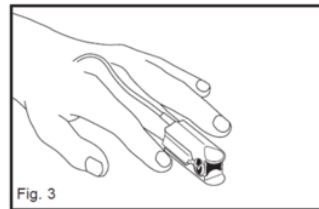

Fig. 3
- (3) Fig. 3를 참조하여 케이블이 환자 손등 위를 지나도록 센서의 방향을 정한다.